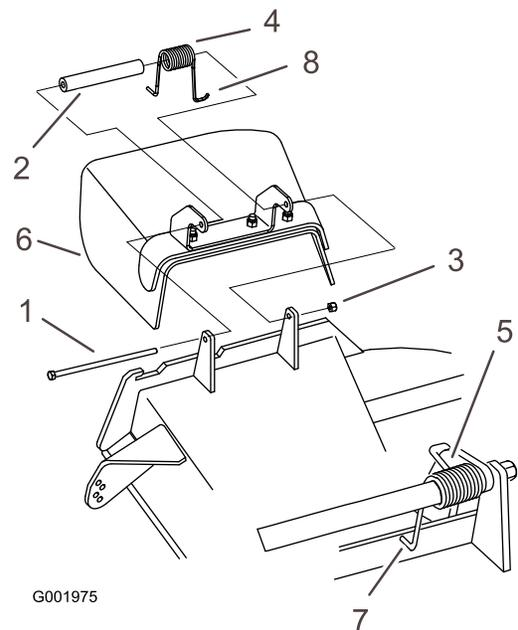

Figure 60
1. Retirez le contre-écrou, le boulon, le ressort et l'entretoise qui fixent le déflecteur aux supports de pivot (Figure 60). Enlevez le déflecteur s'il est endommagé ou usé.
Remarque: Prenez soin de placer une extrémité en J du ressort derrière le bord du plateau avant de mettre le boulon en place, comme indiqué à la Figure 60.
3. Remettez le boulon et l'écrou en place. Accrochez une extrémité en J du ressort au déflecteur d'herbe (Figure 60).